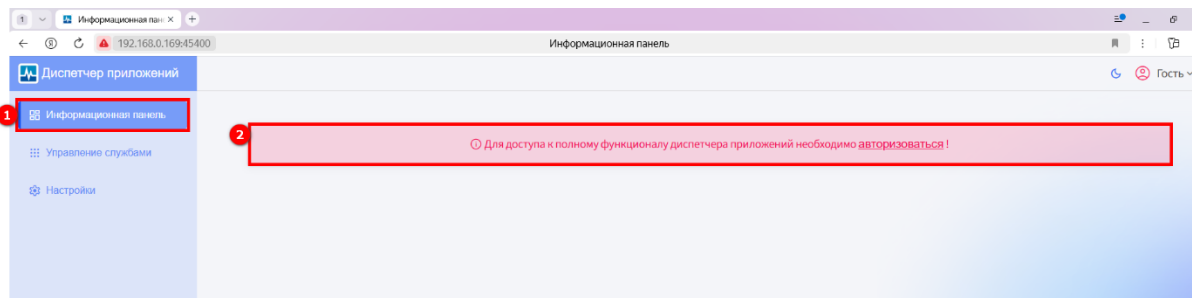

Рисунок 3 – Авторизация
Затем необходимо пройти процедуру авторизации. Для этого во вкладке **Информационная панель** (1) (см. рисунок 3) необходимо нажать на **авторизоваться** (2).